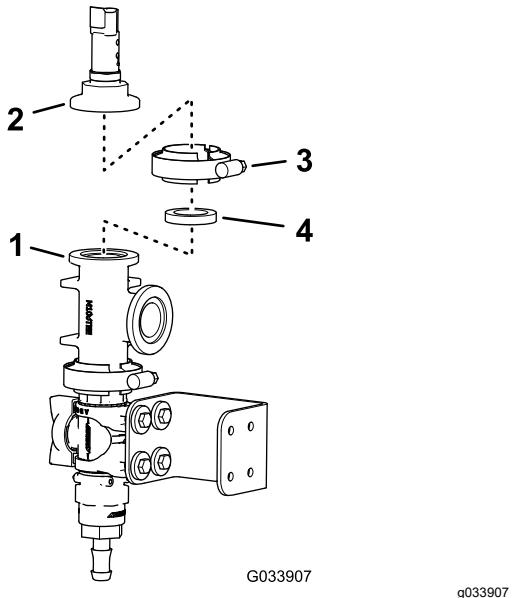

Bild 30
6. Flüchten Sie den Flansch des Druckwandlers mit dem Flansch des T-Anschlussstücks aus, wie in Bild 30 abgebildet.
7. Befestigen Sie den Druckwandler mit einer Dichtung und Flanschklemme am T-Anschlussstück und ziehen Sie die Klemme mit der Hand an (Bild 30).